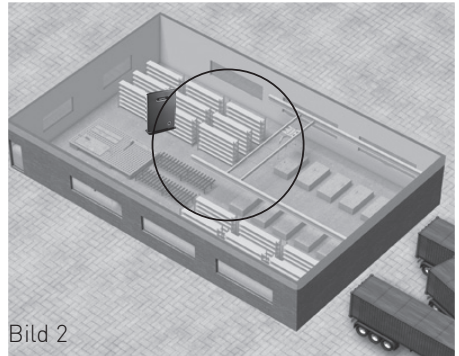

Bild 2
- Platzieren Sie nun die DECT IP-Basis auf dem eingezeichneten Bereich, wie in Bild 2 dargestellt.